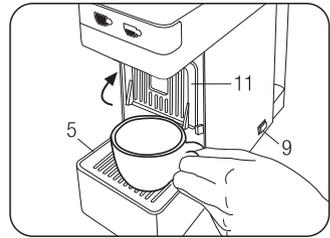
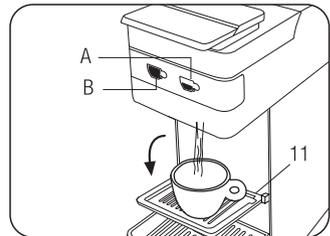

Abb. 5
Abb. 6
- Stellen Sie sicher, dass keine Kapsel eingesetzt wurde und schalten Sie das Gerät über den Hauptschalter (9) ein.
- Eine große leere Tasse unter den Kaffeeausfluss stellen. **(Abb. 5)** Wenn die Tasten (A) und (B) permanent leuchten, ist das Gerät betriebsbereit. Drücken Sie eine der beiden Tasten (A) oder (B); dadurch erfolgt die Wasserabgabe. Wenn die gewünschte Wassermenge abgegeben worden ist, drücken Sie dieselbe Taste nochmals. **(Abb. 6)**. Die Maschine ist durchgespült, wenn mindestens 3 Tassen Wasser durchgelaufen sind.
Für die Zubereitung eines Espressos mit der Taste (A) (Ausgabe kleine Tasse), das Gitter (11) wie in Abb.6 aufklappen. Für Getränkezubereitungen, für die hohe Tassen gebraucht werden, das Gitter (11) wie in Abb. 5 hochklappen und die Tasse direkt auf das Gitter (5) (Abb. 5) stellen.